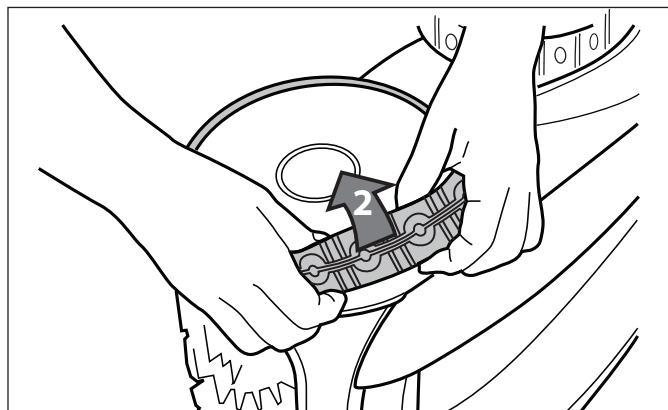

Figura 34. Remueva el viejo neumático
2. Quite el neumático viejo, como se muestra en la Figura 34.